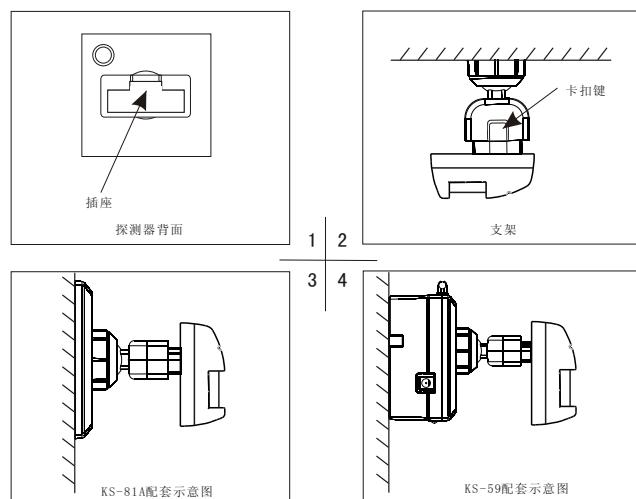

图6
- 2.3、探测器与KS-59/KS-81A安装、拆卸方法(如图6)：